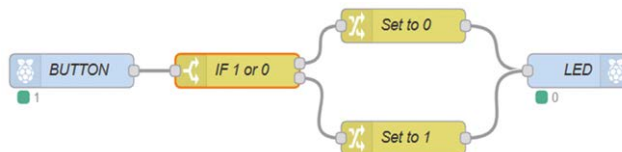

Figure 5.54 Programme de débit modifié
Vous devriez voir que la LED est allumée et qu'en appuyant sur le bouton, la LED est éteinte. Notez que dans ce programme de flux, nous voulons le contraire. Par exemple, la DEL doit être normalement éteinte et en appuyant sur le bouton, elle doit être allumée. Un programme de flux modifié qui fonctionnera correctement est montré à la figure 5.54
- Créer un **commutateur** node et le nommer **Si 1 ou 0**. Configurez ce nœud de telle sorte que si l'entrée est 1, dirigez-le vers la sortie supérieure, sinon, dirigez-le vers la deuxième sortie- put. Pour passer à la deuxième sortie, cliquez sur ajouter et sélectionnez **autrement** comme indiqué dans la figure 5.54. Cliquez sur **Terminé**.
- Rejoindre les 5 nœuds comme indiqué dans la figure 5.54, et cliquer **Déployer**.